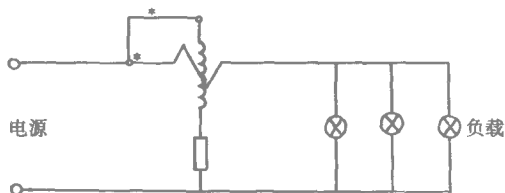

图 1-14 单相功率表接线图
(1) 单相功率表接线方法在低压测量回路中，如果负载所消耗的功率未超过表的量限，功率表可直接接入电路中，如图 1-14 所示。接线时，要注意表的极性。功率表的电压线圈和电流线圈各有一端的接线柱上注有“±”或“*”的符号，有这符号的两端须接在一起并接于电源端，注意极性不能接错。